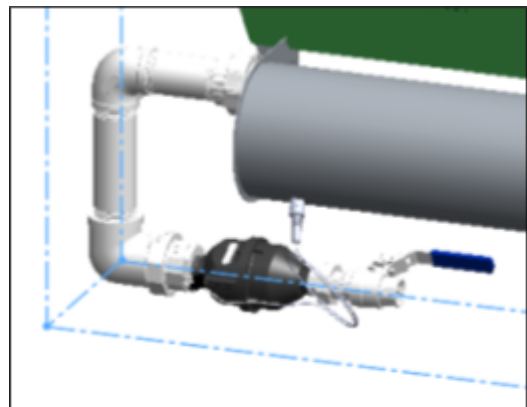

Figure 12.
⚠Attention : le circuit de dérivation doit être monté de manière à déboucher sous le réservoir de mélange. Voir figure 12.
- o **⚠Attention** : montez le compteur d'eau avec les compteurs vers le haut et la flèche dirigée vers la boucle. Voir figure 12.